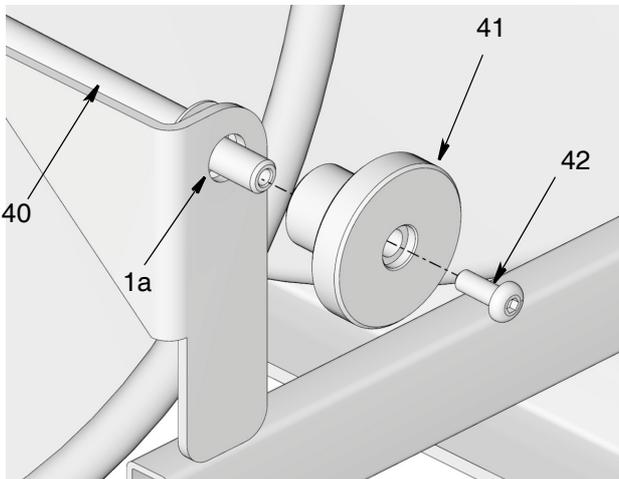
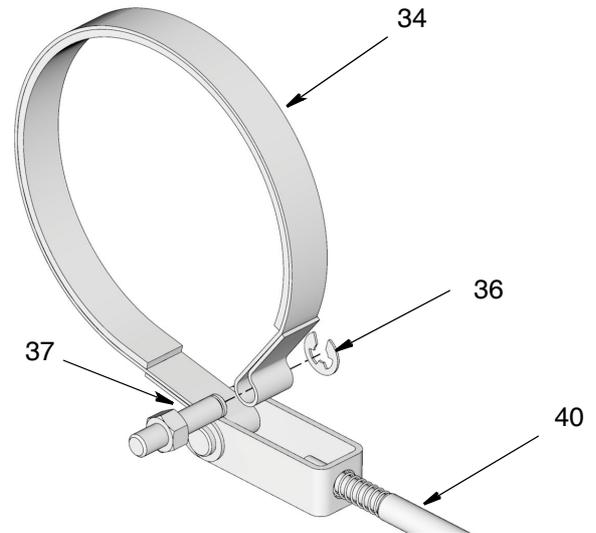

ABB. 27
ABB. 29
2. Knopf (41) gegen Uhrzeigersinn drehen, um Bremsspannung zu entfernen.
3. Schraube (42) lockern und vom Ende des Knopfs (41) entfernen (ABB. 27).
4. Knopf (41) vom Ende der Stange (40) entfernen (ABB. 27).
5. Mutter (24) lockern und entfernen und Bandclip (34a) von Ankerbolzen (37) abziehen.
6. Clip (36) von Ankerbolzen (37) entfernen (ABB. 29).
7. (37) vom Band (34) entfernen (ABB. 29).
8. Band (34) aus Bremsnabe (12) entfernen.
9. Ende der Stange (40) aus Rahmen (1a) ziehen (ABB. 27).
14. Ende der Stange (40) durch Loch (27a) schieben (ABB. 27).
15. Knopf (41) wieder auf Ende der Stange (40) installieren. Schraube (42) installieren. Schraube sicher festziehen, um Knopf in Position zu halten (ABB. 27).